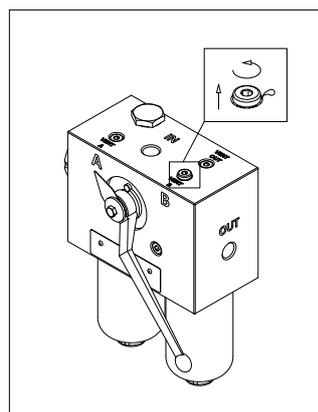

fig. 7
- (Fig. 7) Allentare il tappo di sfiato sul LATO ESAUSTO “Vent A” o “Vent B” di un giro al massimo